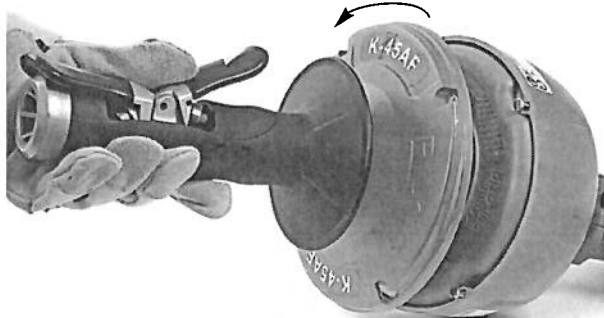

Figura 14 – Apertura de la tapa del tambor exterior
3. Separe la tapa y la cavidad principal del tambor sujetando la cavidad al tiempo que gira la tapa hacia la izquierda (*Figura 14*).